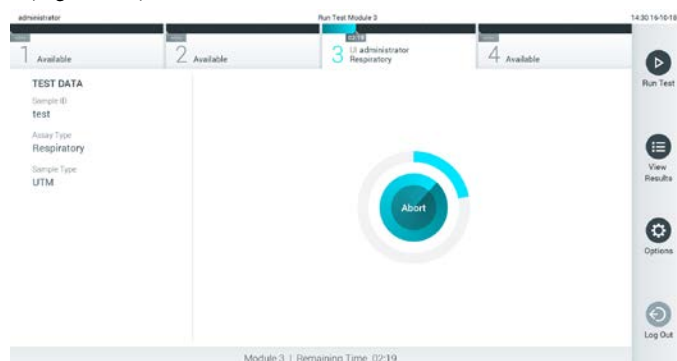

Figura 28. Execução de testes e apresentação do tempo de execução restante.
9. Durante a execução do teste, o tempo de execução restante é apresentado no ecrã tátil (Figura 28).